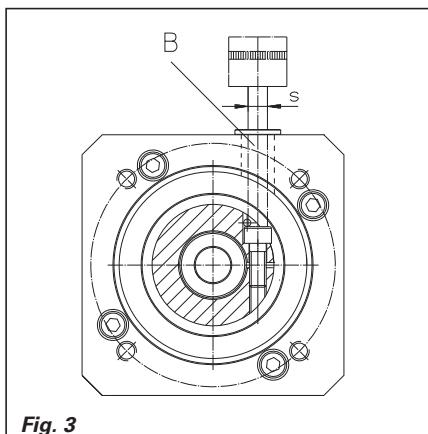

Fig. 3
gio (3.40.080) sull'anello di bloccaggio. Allo scopo far passare la prolunga della chiave dinamometrica attraverso il foro di montaggio (B) (fig. 3). Coppia di serraggio Ma come da tabella.